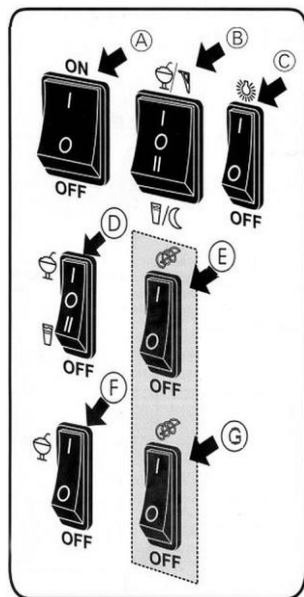

Рис. 4
2. Увімкнути головний вимикач (A, рис. 4) в положення «I».
3. Увімкнути вимикачі/вимикачі шпинделя (E) для контейнера 1 і (G) для контейнера 2 в положення «I».
4. Перемикачі (B), (D) і (F) встановити в положення «I», щоб увімкнути режим охолодження/заморожування.
5. За необхідності перевести перемикач світлодіодного освітлення (C) в положення «I», щоб освітлити контейнери.